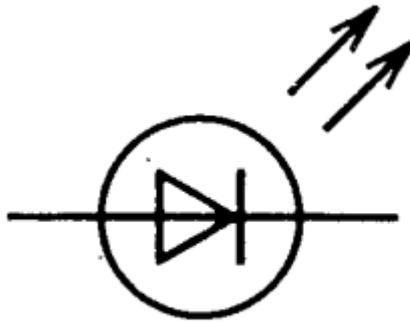

Рисунок 2 – УГО светодиода по ГОСТ 2.730-73. Допускается изображение без окружности
- 5) С помощью инструментов «Многоугольник» и «Линия» начертить УГО элемента (рисунок 2).